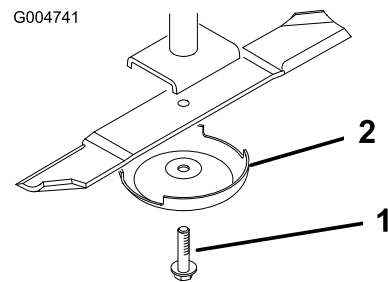

Figure 92
2. Tenez la lame à son extrémité avec un chiffon ou un gant épais. Enlevez le boulon, la coupelle de protection et la lame de l'axe de pivot (Figure 92).